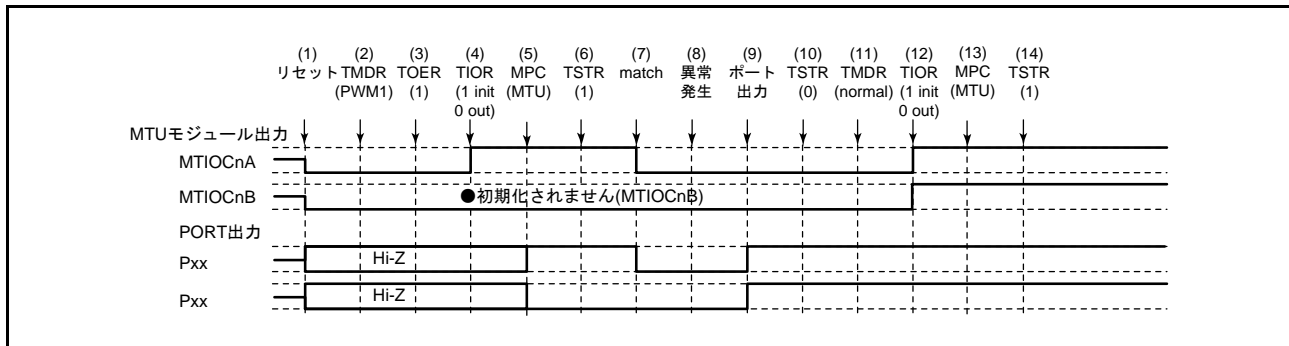

図 22.160 PWM モード 1 で異常が発生し、ノーマルモードで復帰する場合
PWM モード 1 で異常が発生し、再設定後ノーマルモードで再スタートする場合の説明図を図 22.160 に示します。
(1) ~ (10) は図 22.160 と共通です。
(11) PWM モード 1 で再スタートする場合には必要ありません。
(12) TIOR レジスタで端子を初期化してください (PWM モード 1 では MTIOCnB (MTIOCnD) 端子に波形が出力されません。出力すべきレベルがある場合は、I/O ポートのポート方向レジスタ (PDR)、ポート出力データレジスタ (PODR) で汎用出力ポートの設定をしてください)。
(13) MPC と I/O ポートのポートモードレジスタ (PMR) で MTU 出力としてください。
(14) TSTRA (TSTRB) レジスタで再スタートします。
(11) PWM モード 2 を設定します。
(12) TIOR レジスタで端子を初期化してください (PWM モード 2 では周期レジスタに使用した TGR レジスタに対応する端子に波形が出力されません。出力すべきレベルがある場合は、I/O ポートのポート方向レジスタ (PDR)、ポート出力データレジスタ (PODR) で汎用出力ポートの設定をしてください)。
(14) TSTRA レジスタで再スタートします。
(11) 位相計数モードを設定します。
(12) TIOR レジスタで端子を初期化してください。
(14) TSTR レジスタで再スタートします。
- (11) 波形生成部の初期化のためノーマルモードを設定してください。
- (12) TIOR レジスタで PWM モード 1 の波形生成部を初期化してください。
- (13) TIOR レジスタで PWM モード 1 の波形生成部の動作を禁止してください
- (14) TOERA (TOERB) レジスタで MTU3、MTU4 (MTU6、MTU7) の出力を禁止してください。
- (15) TOCR1A、TOCR2A (TOCR1B、TOCR2B) レジスタで相補 PWM の出力レベルと周期出力の許可 / 禁止を選択してください。
- (16) 相補 PWM を設定します。
- (17) TOERA (TOERB) レジスタで MTU3、MTU4 (MTU6、MTU7) の出力を許可してください。
- (18) MPC と I/O ポートのポートモードレジスタ (PMR) で MTU 出力としてください。
- (19) TSTRA (TSTRB) レジスタで再スタートします。